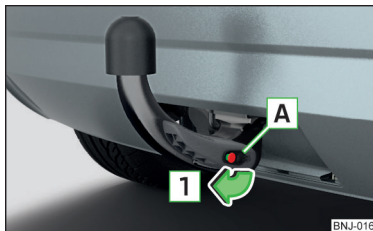

Fig. 250
- › Îndepărtați apărătoarea **A** de pe încuietore, în sensul săgeții **1** » fig. 250.